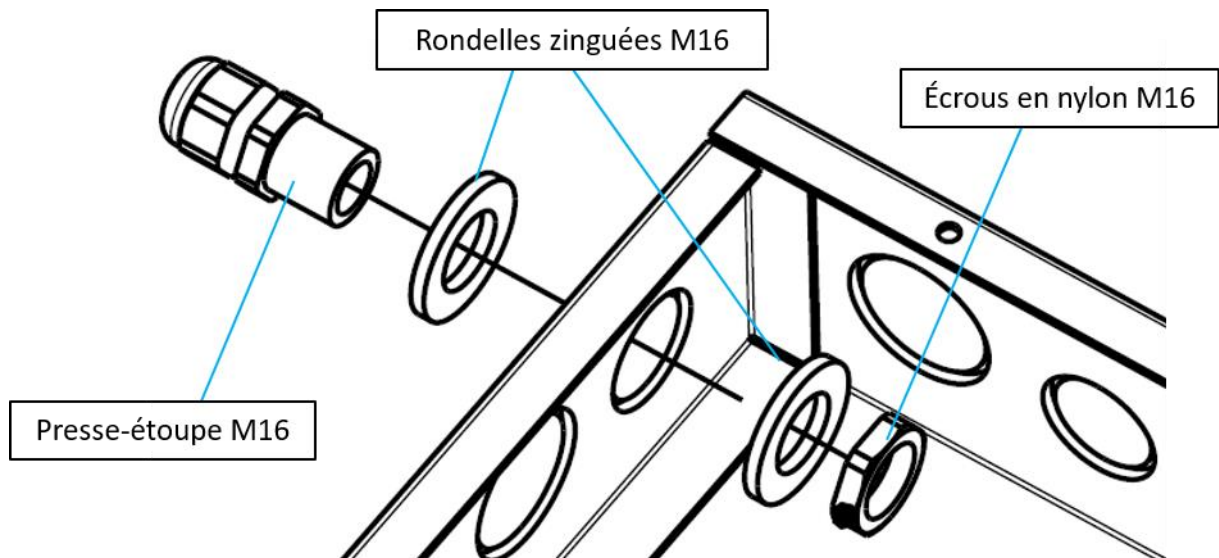

Fig. 43 Schéma d'installation du presse-étoupe.
- C. Fixer le presse-étoupe à la boîte de dérivation comme indiqué sur la Figure 43.